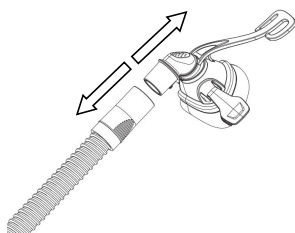

图 3-15
(2) 捏住呼吸管路的接口和通气面罩的弯管接头，使其断开连接，如图 3-15 所示。